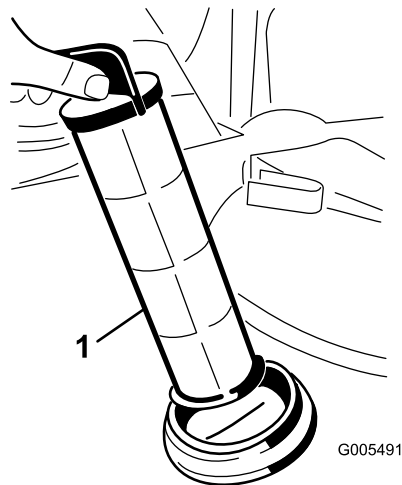

Figura 49
4. Retire o filtro de rede da sucção do orifício (Figura 49).